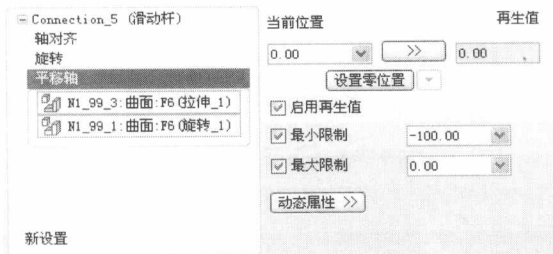

图1-12
- (2) “旋转”约束选取“RIGHT”与“FRONT”，使两面匹配（或对齐）。
- (3) “平移轴”约束选取 $M1$ 与 $M2$ ，参照图 1-12 在【当前位置】文本框中输入“0”，单击 **>>** 按钮，使【再生值】文本框中出现“0”。勾选【启用再生值】复选项，在【最小限制】文本框中输入“-100”，在【最大限制】文本框中输入“0”，单击右下方的 ☒ 按钮，完成参数设置。